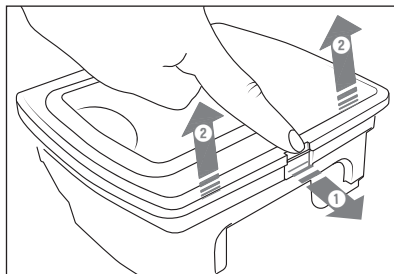

Fig. 7
- 2) Appuyez sur la touche de déverrouillage sur le couvercle du bac à poussière 12 et ouvrez-le en relevant (voir fig. 7).